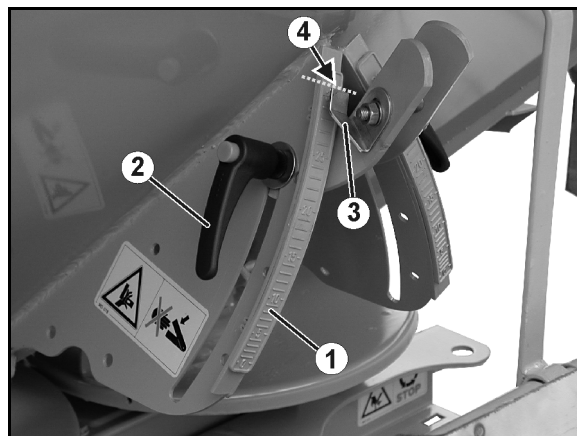

Bild 61
2. Lossa spännvredet (Bild 61/2).
3. Leta upp det skalvärde för spjällens läge som hämtats ur spridningstabellen resp. bestämts med rivaningsanordningen på skalan (Bild 61/1).
4. Ställ in avläsningskanten (Bild 61/4) på visaren (Bild 61/3) på skalvärdet.
5. Dra åt spännvredet (Bild 61/2) ordentligt.